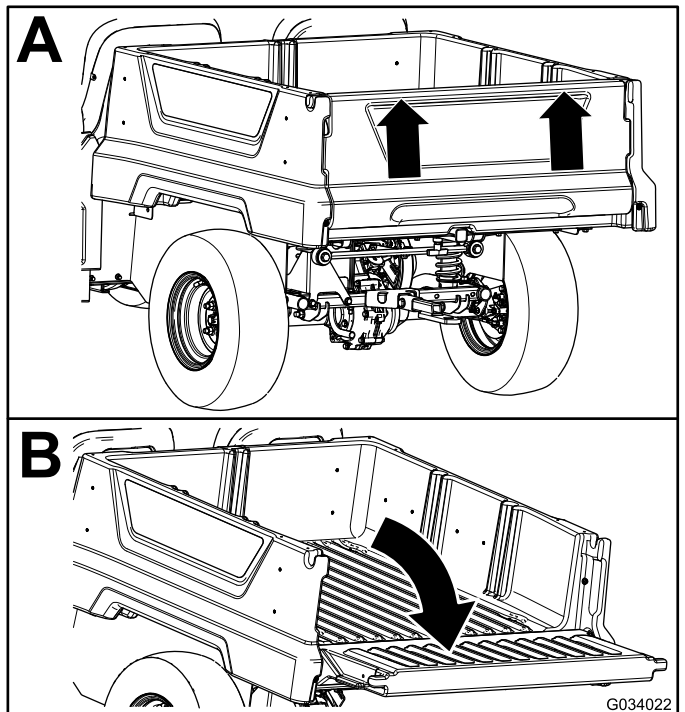

Figura 16
2. Cu ambele mâini, ridicați oblonul spate cu ajutorul marginii de lângă partea superioară a oblonului spate (Figura 16).
3. Coborâi oblonul spate până când acesta este la același nivel cu partea inferioară a platformei de încărcare (Figura 16).